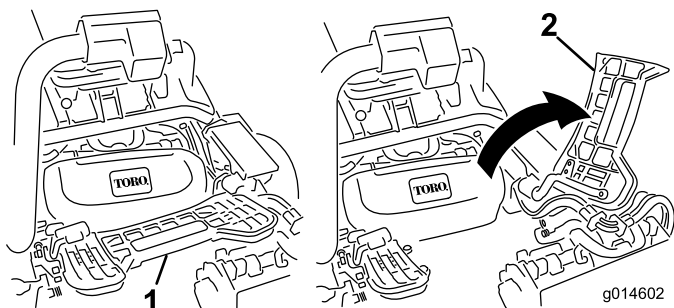

Figura 35
2. Sollevate il poggiapiedi e ruotatelo fino all'apertura, per consentire l'accesso alla posizione dell'apparato di taglio centrale.(Figura 35)